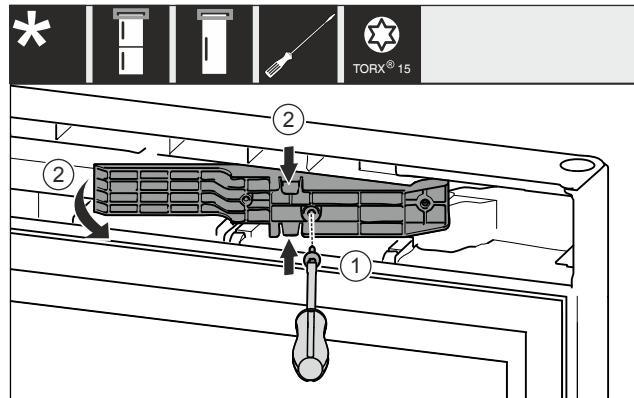

Fig. 12 *
- Ослабьте винты отверткой T15. Fig. 12 (1)*
- Извлеките деталь адаптера. Fig. 12 (2)*